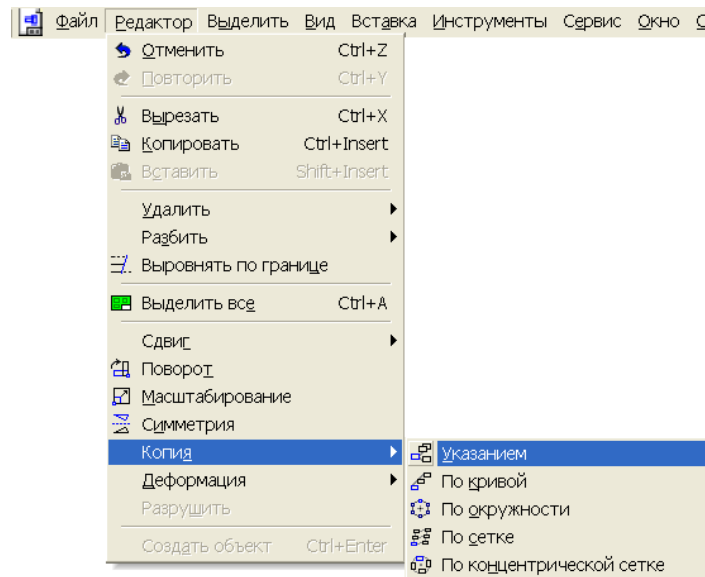

Рис. 108
13.2. З меню **Редактор** вибрати команду **Копія** указаним (рис. 108).